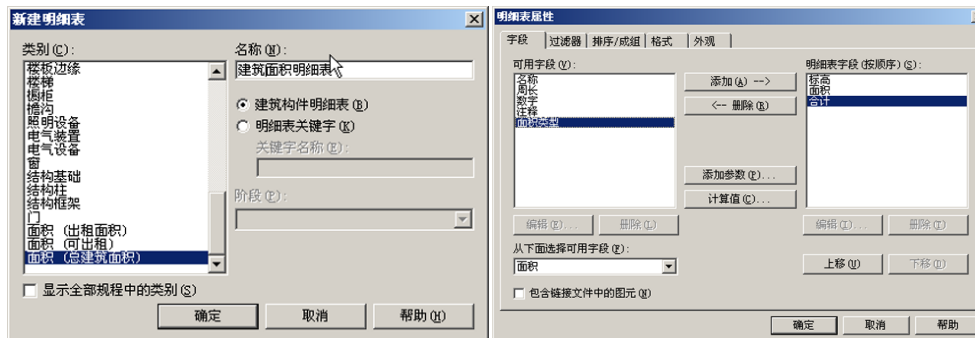

图 6-67
- 8) 在字段面板中，顺次添加“标高”、“面积”、“合计”作为明细表的字段内容（如图 6-67 所示）。